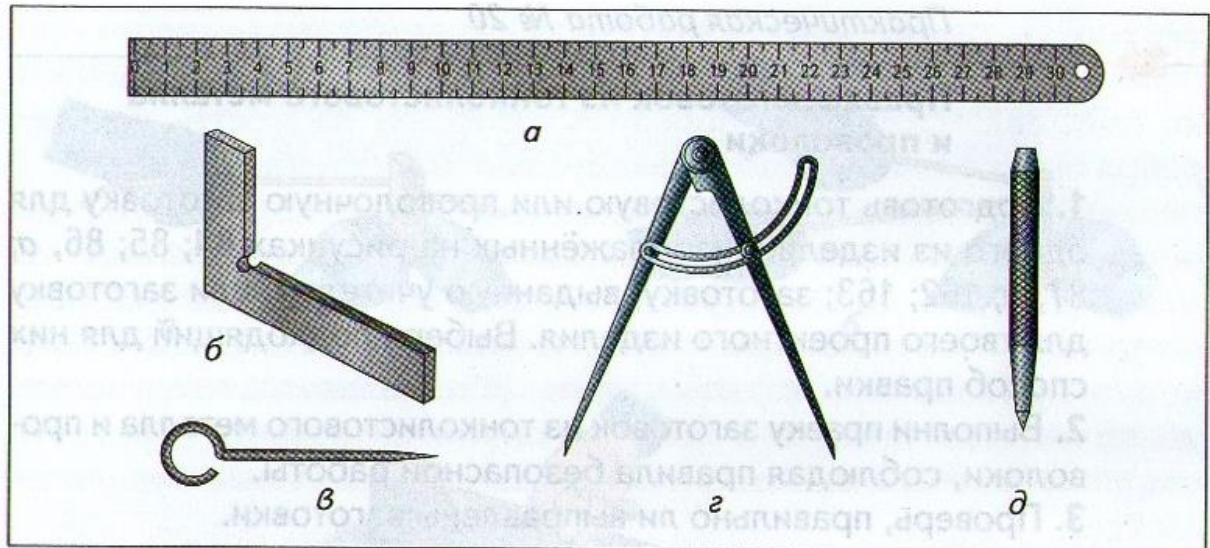

Рис. 91. Инструменты для слесарной разметки: а — металлическая линейка; б — слесарный угольник; в — чертилка; г — разметочный циркуль; д — кернер
- металлическую линейку (рис. 91, а);
- слесарный угольник (рис. 91, б), с помощью которого проводят линии под прямым углом и проверяют прямые углы у деталей;
- чертилку (рис. 91, в) — для нанесения разметочных линий;
- разметочный циркуль (рис. 91, г) — для проведения окружностей;
- кернер (рис. 91, д) — для получения на поверхности небольших впадин (лунок).